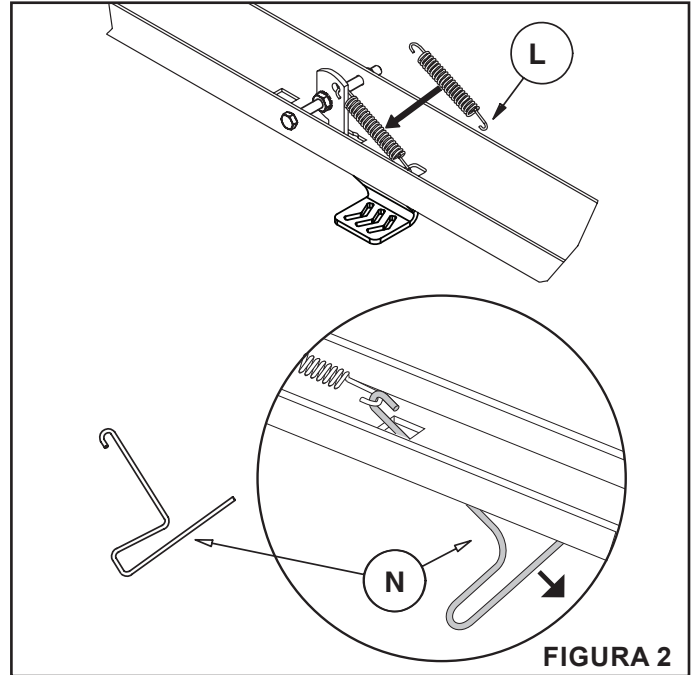

FIGURA 2
PASO 2: (VER FIGURA 2)
- Instale el extremo corto con gancho del resorte de extensión (L) en el orificio abierto del seguro del pedal (5).
- Pase el extractor de resortes (N) por el agujero cuadrado de la lanza giratoria (7), como se ve en la imagen de abajo.
- Enganche el extractor de resortes (N) en el extremo del resorte de extensión (L).
- Tire del resorte hasta que pueda engancharse en el orificio cuadrado. Retire el extractor de resortes (N).